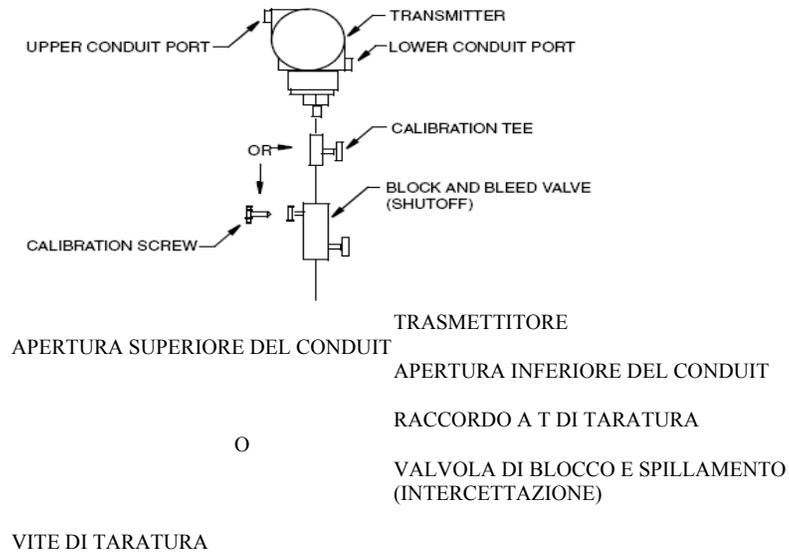

Figura 28. Tipica Tubazione per Trasmittitore (è mostrato il modello IGP10)
La Figura 28 mostra un'applicazione tipica a tubazione. La pressione di alimentazione per la taratura si può applicare per mezzo di un raccordo a T di taratura o una vite di taratura. L'apertura inferiore del conduit può essere utilizzata come scarico in caso di accumulo di umidità nel vano dei morsetti. Per i modelli di trasmettitore IAP20, IGP20, IGP25 e IGP50, serrare i bulloni del connettore al processo di una coppia pari a 61 N·m (45 lb/piede) e i tappi di scarico e le viti di sfiato di una coppia pari a 20 N·m (15 lb/piede).
2. I Trasmittitori IAP10, IGP10, IGP25 e IGP50 montati direttamente sulle tubazioni di processo o su di un recipiente a pressione come indicato in Figura 28, potrebbero richiedere l'utilizzo di una valvola di intercettazione (mostrata) per essere conformi ai requisiti dell'ASME Power Piping Code B31.1 e del Chemical and Petroleum Piping Code B31.3.